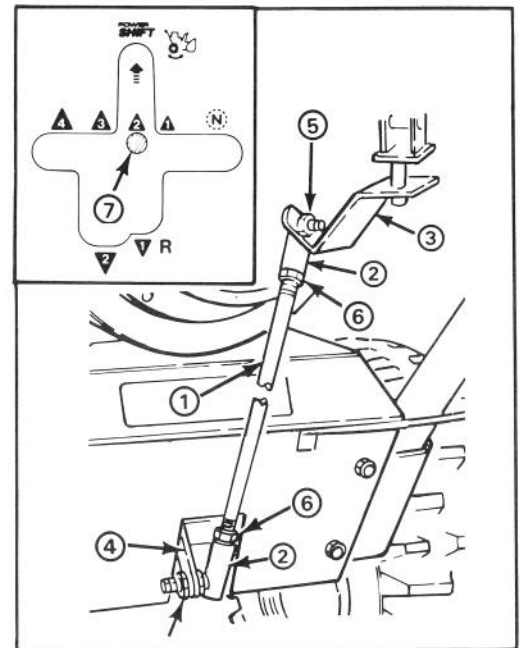

Abbildung 27
**Anmerkung:** Ist der Schalthebel mit dem Power-Shift-Schlitz an der Steuertafel ausgerichtet (Abb. 27 Nebenbild), muß die Länge des Schaltgestänges wie folgt justiert werden: